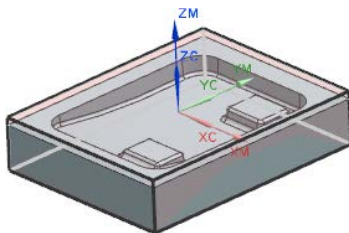

图 15.3 毛坯几何体
Step3. 单击“毛坯几何体”对话框中的 **确定** 按钮，系统返回到“工件”对话框，完成图 15.3 所示毛坯几何体的创建。